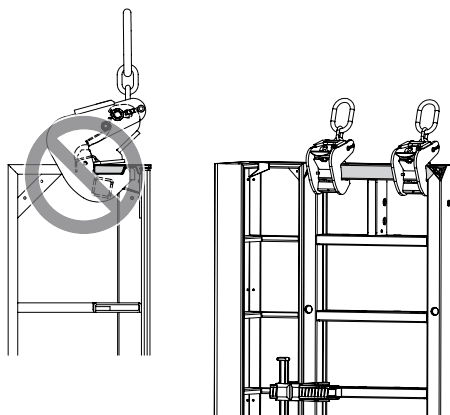

Fig. 6a
- Pour l'angle intérieur TRIO, les crochets de levage doivent être fixés sur l'élément suivant (profil haut). (Fig. 6a)